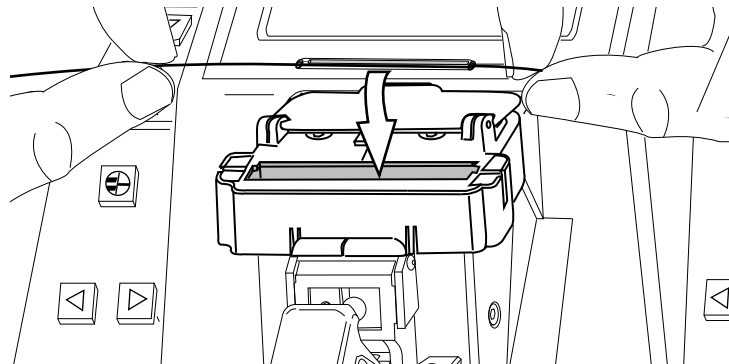

Abbildung 24
- c) Öffnen Sie die Schrumpfofenabdeckung. Setzen Sie den Spleißschutz in den Schrumpfofen ein (siehe Abb. 24).